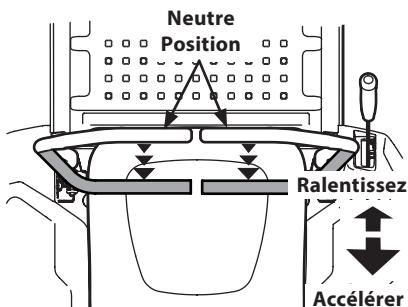

Figure 26
- Déplacez lentement et uniformément les deux leviers de contrôle vers l'arrière. Le tracteur commencera à se déplacer en sens inverse. Consultez la Figure 26.